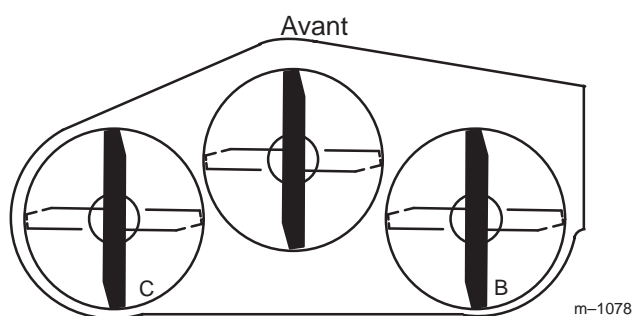
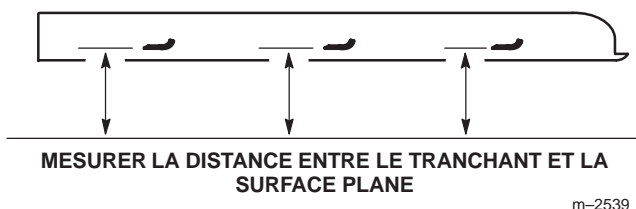

Figure 61
Figure 62
1. Tournez la lame **droite** à 180° (Fig. 61).
2. Mesurez la distance au point **B** (Fig. 61) entre la surface plane et le tranchant des pointes de la lame droite (Fig. 62).
4. Tournez la lame **gauche** à 180° (Fig. 61).
5. Mesurez la distance au point **C** (Fig. 61) entre la surface plane et le tranchant des pointes de la lame gauche (Fig. 62).